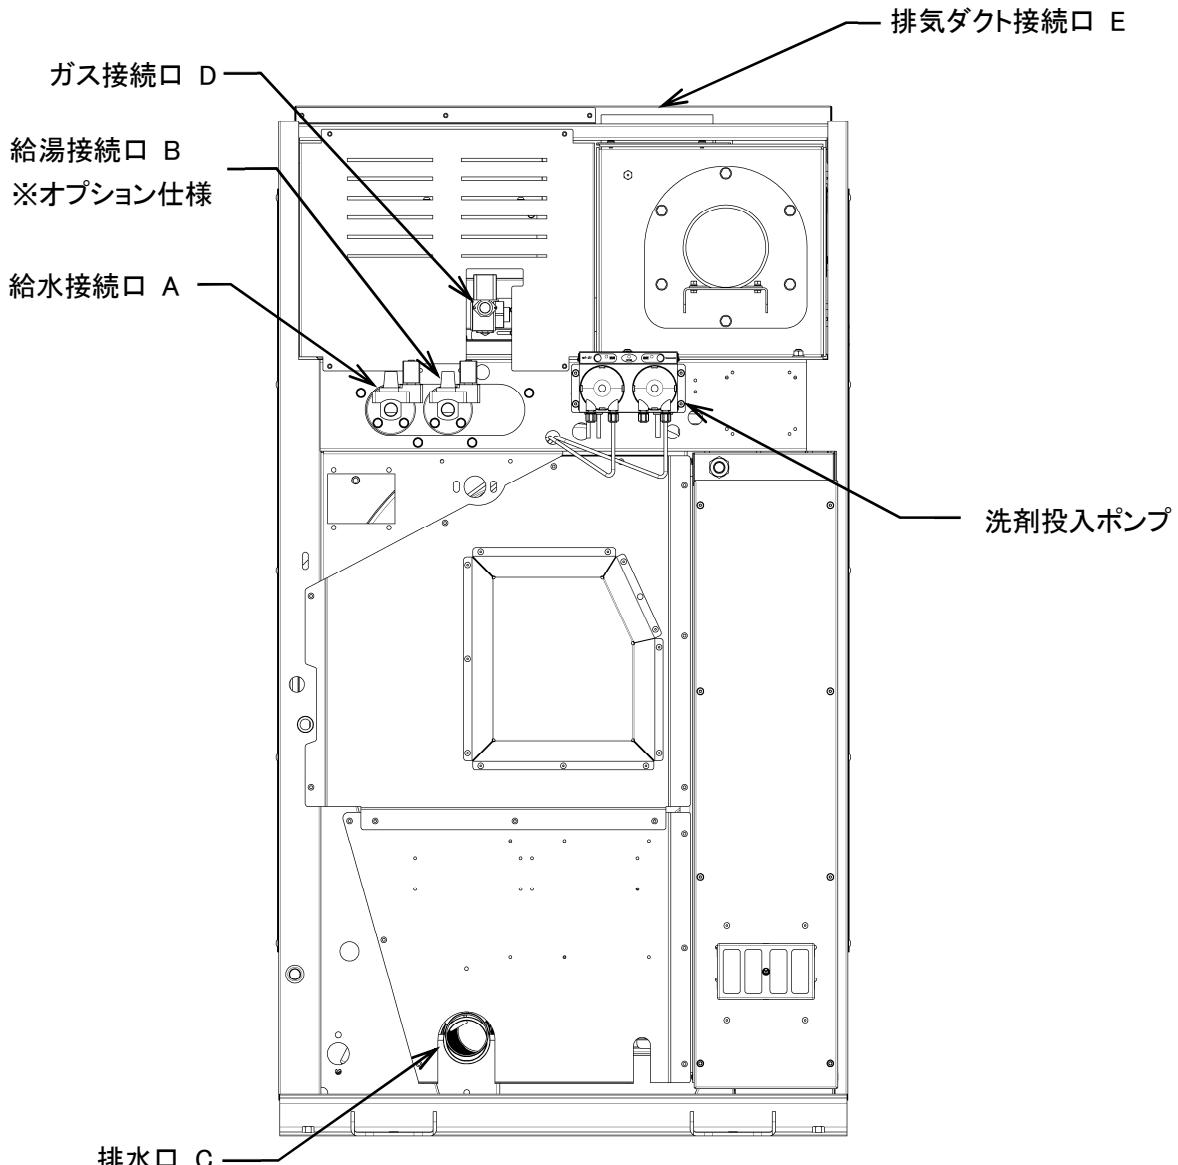

図 5-1
- ・給水接続口 A に配管を接続します。(図 5-1)
- ・給水接続口 B に配管を接続します。(図 5-1)
- ・ 排水口 C に配管を接続します。(図 5-1)
- ・ガス配管接続口 D に配管を接続します。(図 5-1)
- ・機械は洗剤・助剤投入ポンプを標準装備しています。(図 5-1)
- ・排気ダクト接続口 E にダクトを接続します。機械の排気ダクト径は、外形は $\phi 198\text{mm}$ です。(図 5-1)